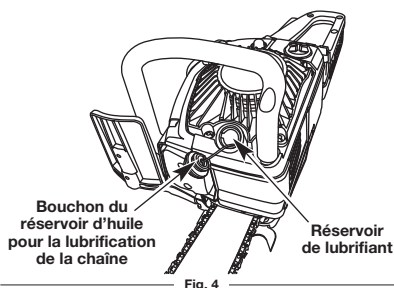

Fig. 4
- Retirez le bouchon du réservoir de lubrifiant (Fig. 4).